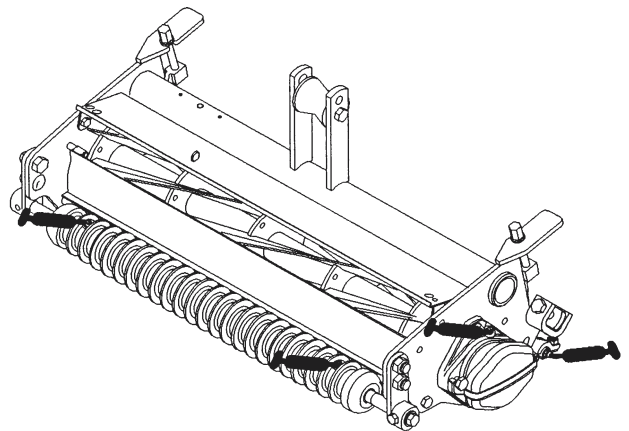

Figure 5
1. Plassering av og antall smørenipler: motstålakselen (1) spolelagrene (2) og fremre og bakre valser (2 av hver) (fig. 5)